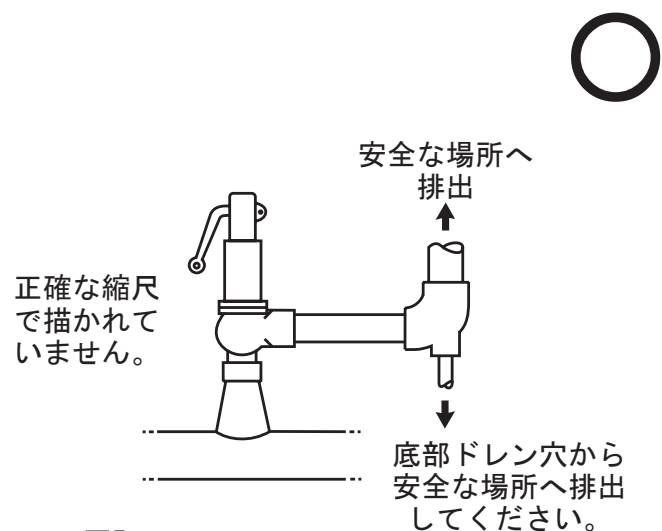

図5.
6.8 吹き出し管は、小さいボア・ドレンの上側に向け、最も低い所に取り付けます。(図5) ドレンは危険あるいは不都合が起こらない場所に排出して下さい。